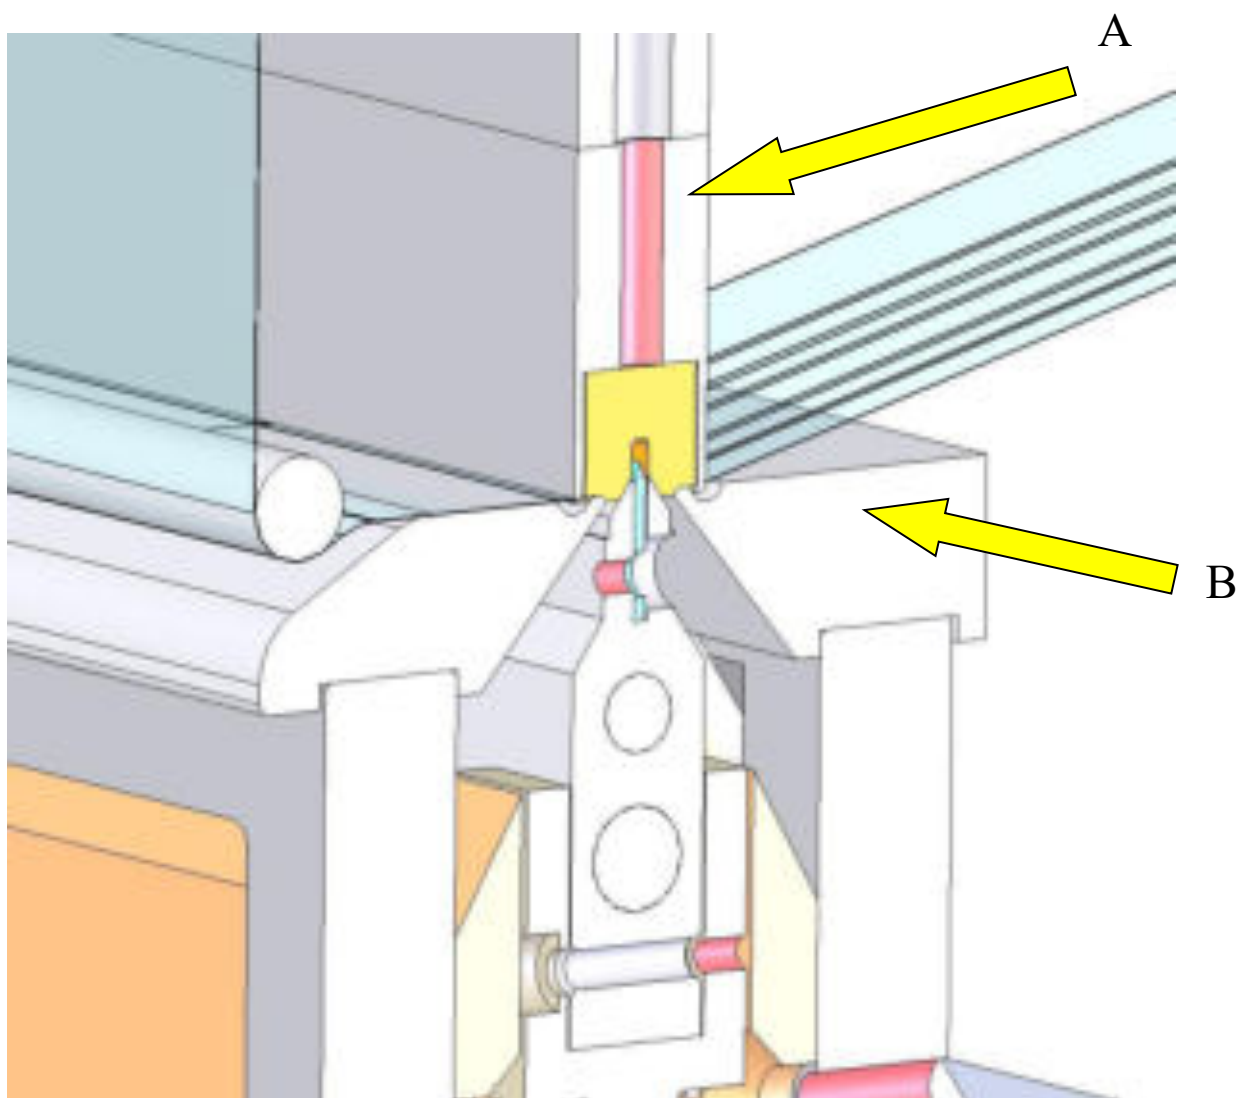

Figure 1
- Pour bien bloquer le film positionner le guide de contraste (**fig.1, Réf. A**) contre la plaque inférieure de soudure (**fig.1, Réf. B**) et s'assurer que le film soit complètement bloqué.